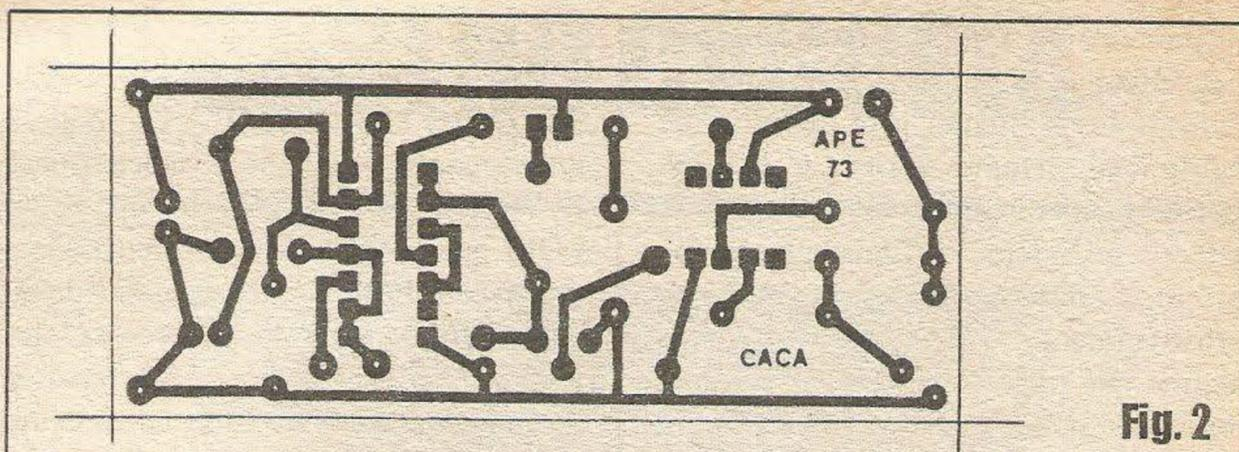

Fig. 2
- FIG. 2 - LAY OUT DO CIRCUITO IMPRESSO ESPECÍFICO - A placa (vista na figura pelo seu lado cobreado, em tamanho natural...) apresenta padrão de ilhas e pistas muito simples, *descongestionado* (como é costume em